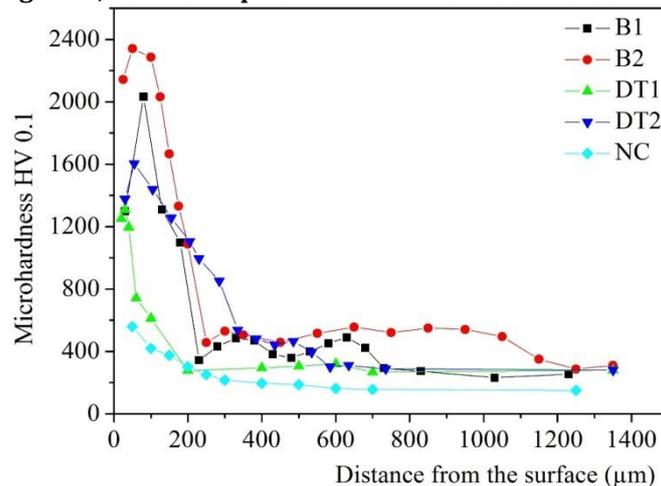

Figure 1. Profil de microdureté Vickers (Fn=50g)
Soit un acier de type 25CD4 subissant une nitrocarburation ferritique en bain de sels à la température 580°C/ à des temps allant de 1h à-6h avec une séquence de 1h. Les tests de microdureté Vickers sur des coupes transversales polies et attaquées  $HV=f(\text{Profondeur})$  ont donné le profil suivant (Fig.1, traitement NC).
3. Tracer les profils  $H\mu$  et concentration en f(X) pour ces deux types d'aciers, s'il y'a changement expliquer les raisons.
5. D'après la figure 1, estimer l'épaisseur totale de la couche borurée (B1 et B2)